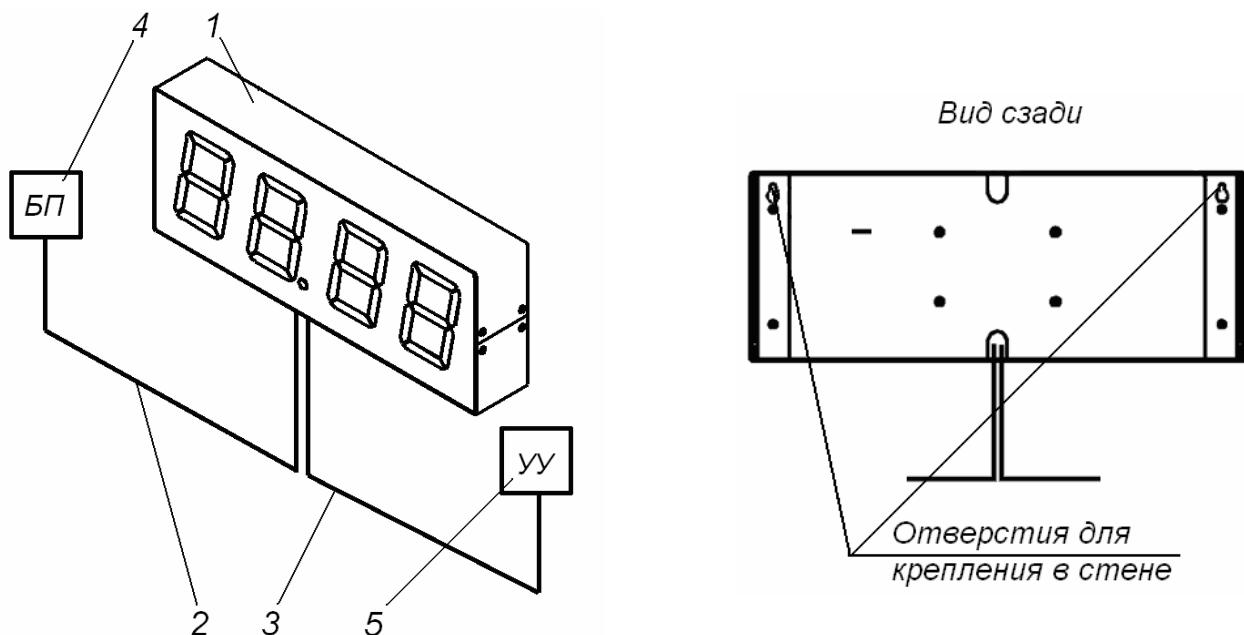
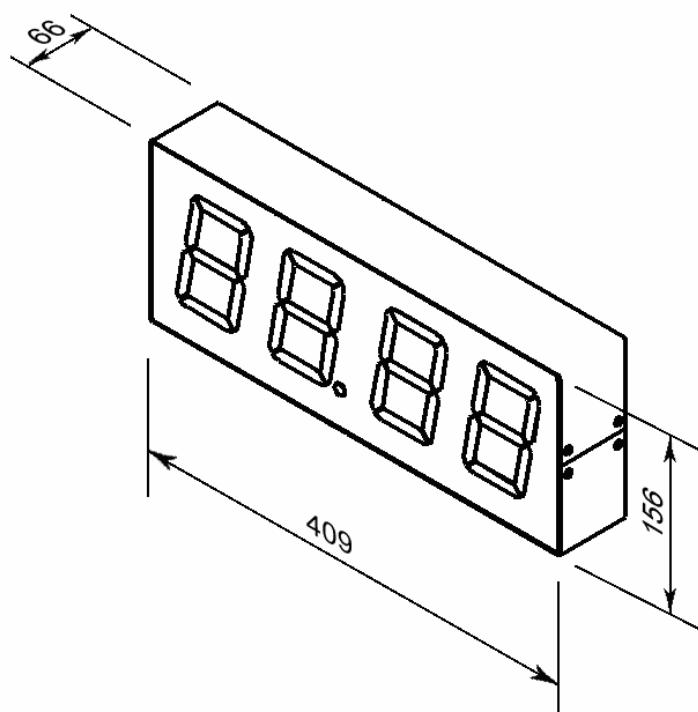

Рисунок 1 Устройство ТСВ:
Рисунок 2 Габаритные размеры ТСВ
5.2.1 Устройство TCB показано на рис. 1. Номера позиций в тексте *Руководства* указаны в соответствии с рис. 1. Габаритные размеры TCB показаны на рис. 2. TCB состоит из металлического корпуса со встроенными контроллером и четырьмя индикаторами. Изделие имеет два соединительных кабеля – кабель питания (более толстый) и кабель подключения к интерфейсу RS-485.